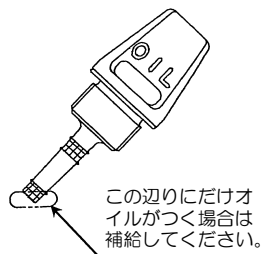
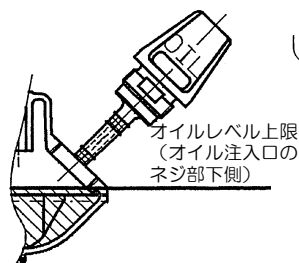

図1
図2
- エンジンを水平にし、オイルゲージをはずしゲージの上限・下限マークの範囲内にオイルがあるか点検してください。不足している場合(特に、オイルゲージをクランクケースに差し込んだ状態(ねじ込みしない)で、ゲージの先にしかオイルがつかない場合(図1))は、新しいオイルを図2の位置まで補給してください。
- (1) エンジンを水平にし、オイルゲージをはずしてください。
- (2) オイルを注入口の口元まで補給してください。(前ページ図2)